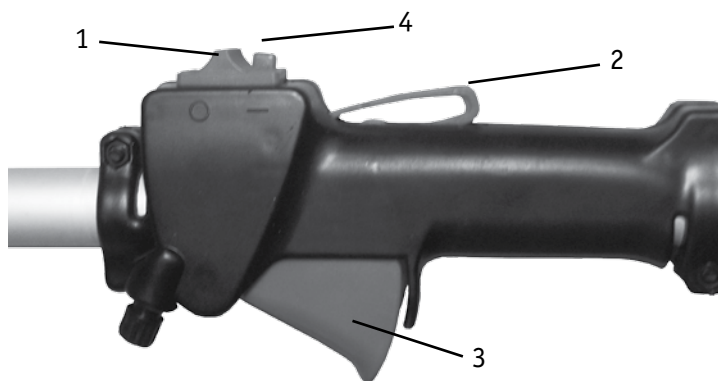
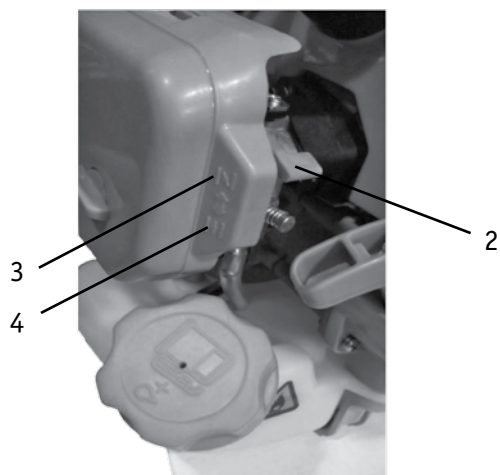

Рис. 7
Рис. 9
3. Установите рычаг воздушной заслонки (2) в верхнее положение (3) (**рис. 9**).
4. Установите выключатель (1) в положение «I» (сдвиньте к себе до упора). Нажмите одновременно на стопорный рычаг (2) и курок газа (3). Зафиксируйте курок газа в нажатом состоянии кнопкой (4) (**рис. 7**).
6. После первого «хлопка» переведите рычаг воздушной заслонки в нижнее положение (4) (**рис. 9**). Не забывая выбирать свободный ход шнура стартера, сильно, но плавно потяните за рукоятку стартера 1-2 раза. Двигатель должен запуститься.
7. После запуска переведите курок газа в режим холостого хода. Для этого нажмите и отпустите курок газа (3) (**рис. 7**) и прогрейте двигатель в течение 10 секунд (рычаг воздушной заслонки при этом находится в положении 4) (**рис. 9**).
1. Установите заслонку в положение (4) (рис. 9), выключатель (1) в положение "I" (рис. 7).
При аварийной ситуации необходимо немедленно выключить двигатель. Для этого переведите выключатель (1) в положение «Стоп» (рис. 7).